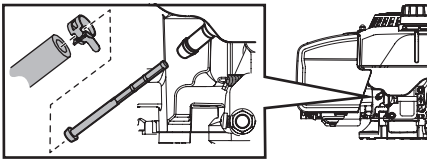

Figura 12
2. Quite la abrazadera de la manguera de la línea de combustible y extraiga la línea de combustible de la boca del depósito (Figura 12).
4. Tome el nuevo filtro de combustible del extremo con reborde e insértelo por completo en el reborde que está en la boca del depósito de combustible (Figura 12).